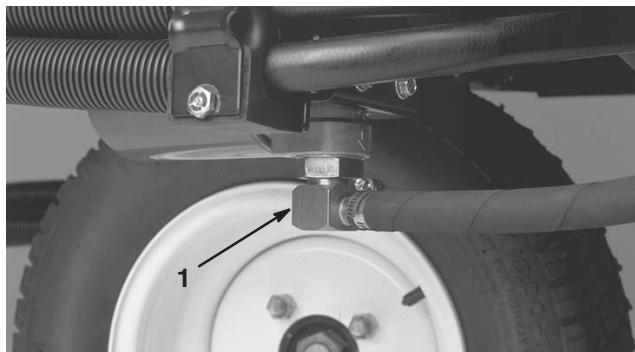
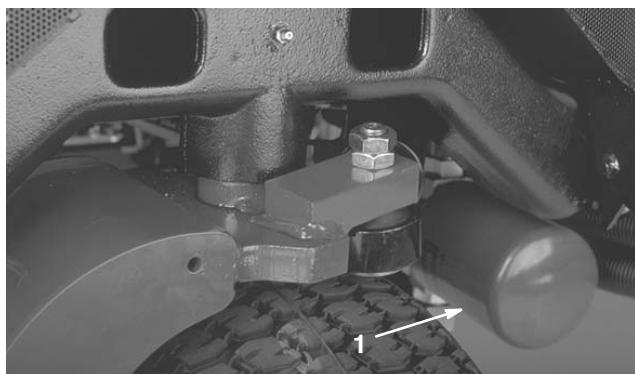

Bild 48
Bild 49
2. Klemmen Sie die Hydraulikölleitung ab (Bild 48) oder entfernen den Hydraulikölfilter (Bild 49) und lassen das Hydrauliköl in ein Auffanggefäß ablaufen. Montieren Sie die Hydraulikölleitung, wenn kein Öl mehr ausströmt.
3. Reinigen Sie den Anbaubereich des Filters. Stellen Sie ein Auffanggefäß unter den Filter (Bild 49) und entfernen den Filter.